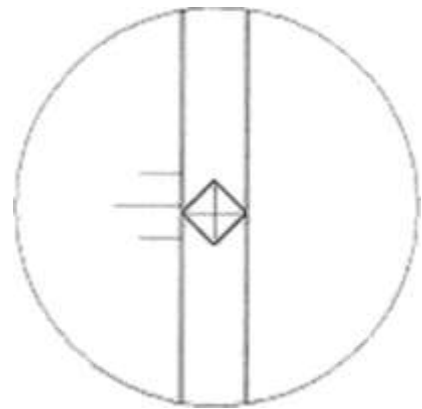

Рис. 29
2) Поверните колесико перемещения правой линии так, чтобы риска расположилась по касательной к углу отпечатка, как показано на рис.29.